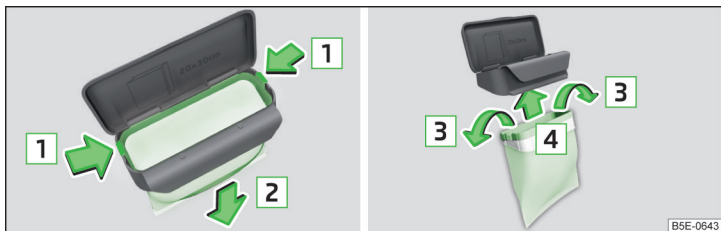

Abb. 112 Beutel ersetzen
- › Die beiden Rastnasen am Rahmen in Pfeilrichtung **1** abdrücken » Abb. 112.